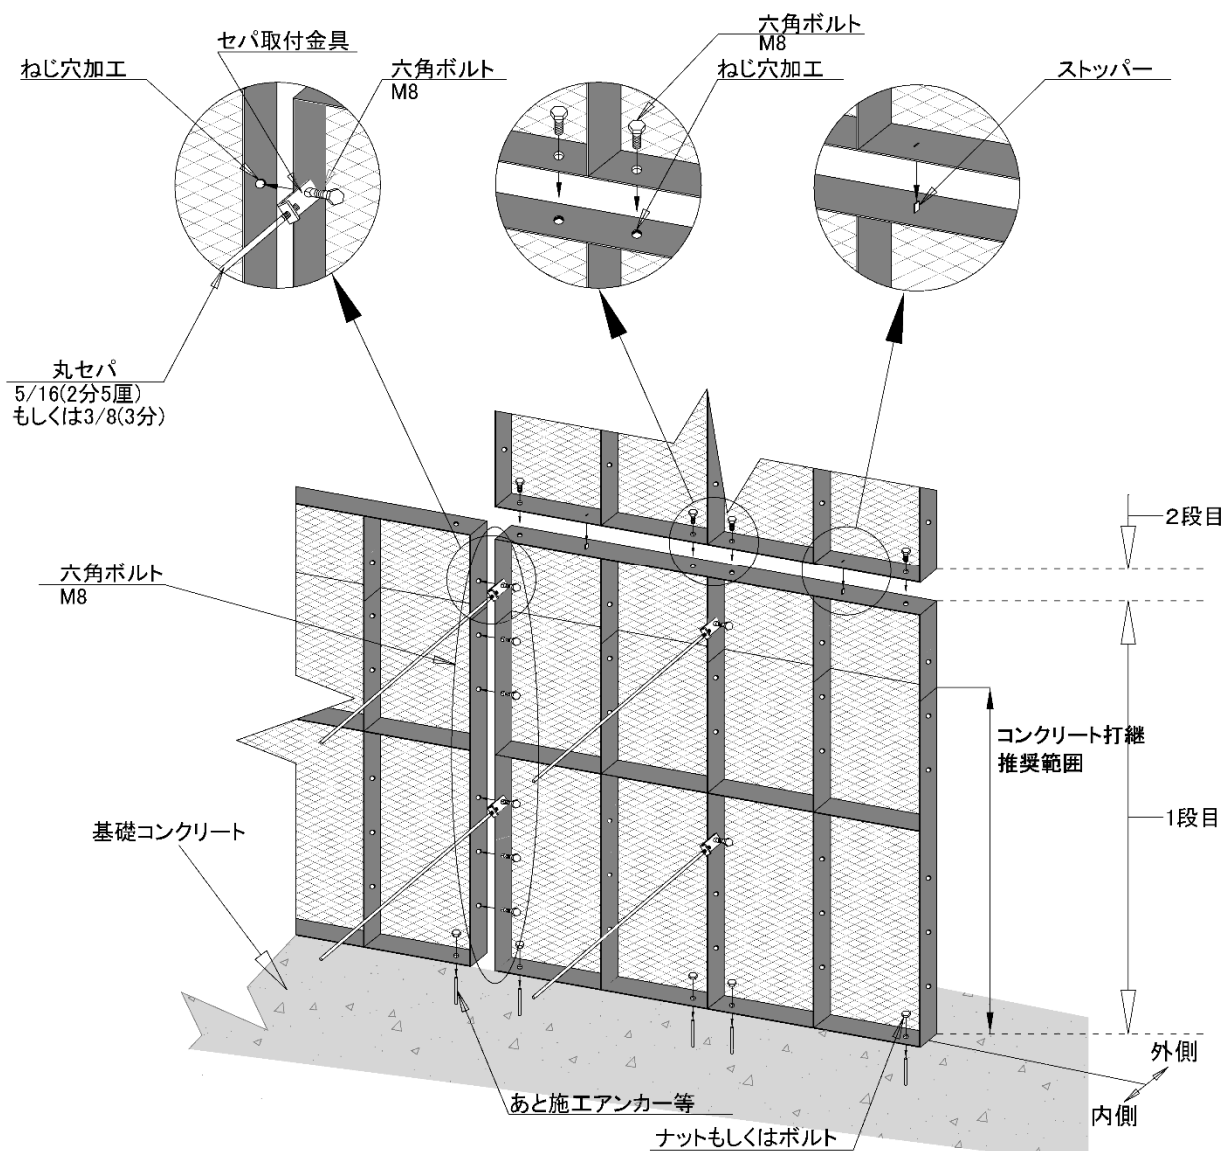
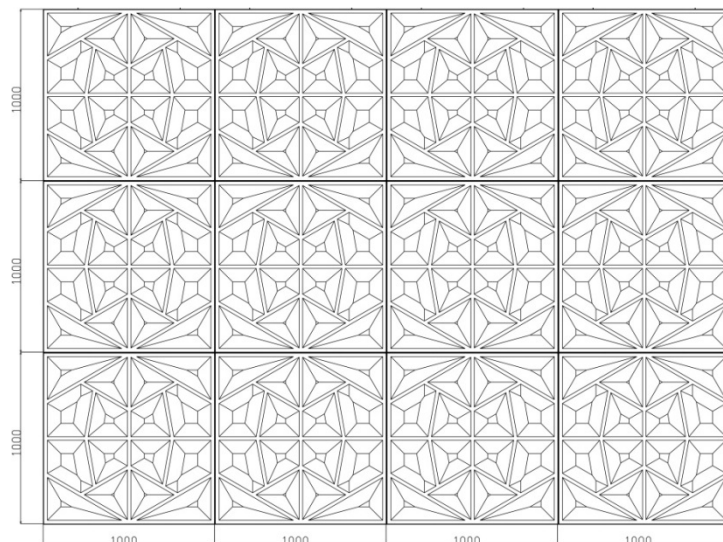

図2. デコメッシュAタイプ(DM10-100)及びデコメッシュBタイプ(BM10-100)組立要領
図3. デコメッシュAタイプ(DM10-100)標準配置例
Aタイプ・Bタイプの組立要領を図2、および標準配置例を図3に示す。
- ・ 横の連結はすべての穴を、六角ボルトで固定する(図 2)。
- ・ セパ取付金具と丸セパ等により、必ず横連結部を含む縦横 0.5m 程度のピッチで必ず反力を取る。また錆の原因となるため、デコメッシュ本体には直接溶接はしない(図 2)。